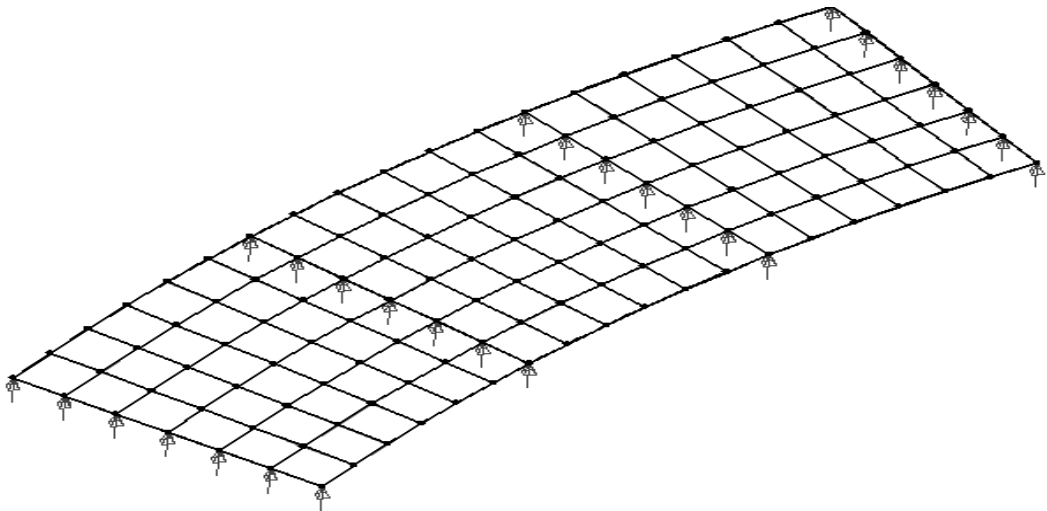

Fig. 18
- în acest moment pe ecran va fi afișat întreg modelul (fig. 18)